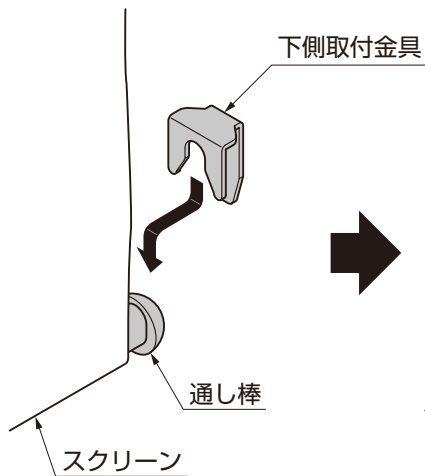
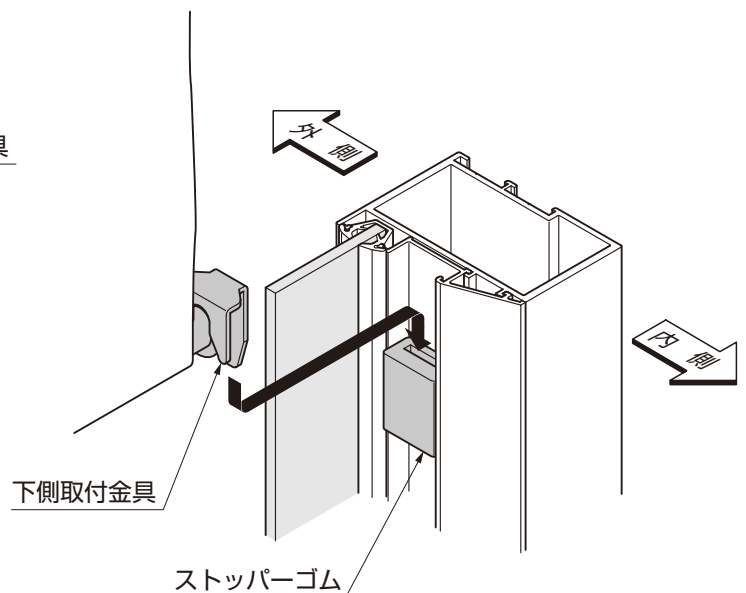

図5-3
図5-4 B部詳細図
- ② 通り棒を下側取付金具にはめ込み生地を引っ張るように下側のストッパーゴムにはめ込んでください。(図5-3、図5-4参照)
- ③ スクリーンがピンと張る位置まで下側取付金具を下方向へ動かしてください。